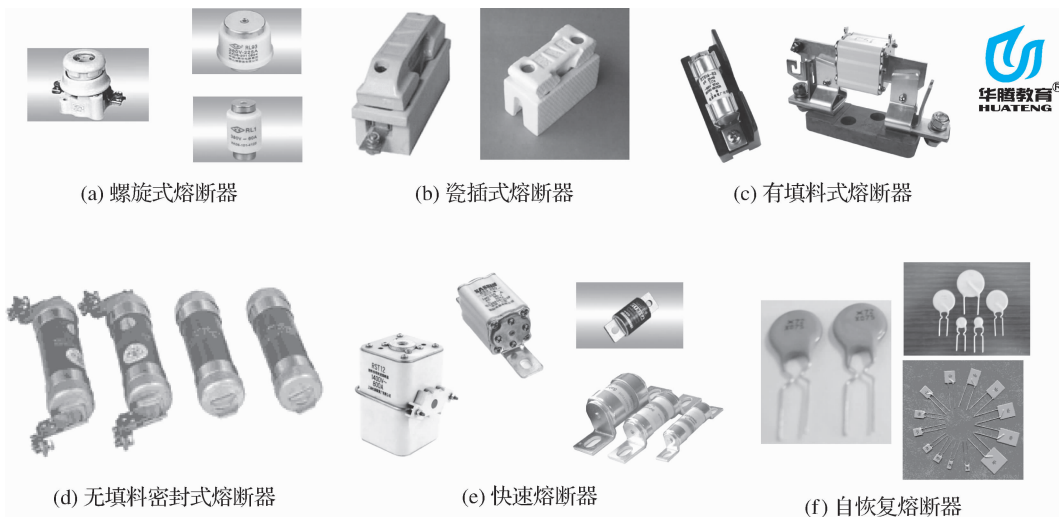

图 1-12 熔断器的分类
(1)分类。螺旋式熔断器、瓷插式熔断器、有填料式熔断器、无填料密封式熔断器、快速熔断器、自恢复熔断器,如图 1-12 所示。